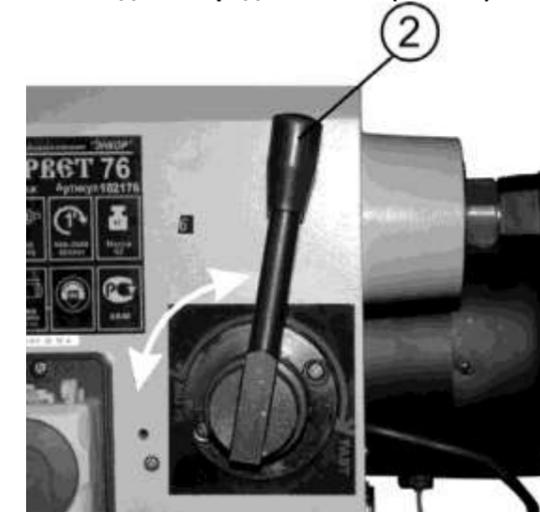

Рис.12
9.3. Регулировка частоты вращения шпинделя передней бабки (Рис. 12)
9.3.4. Необходимо переместить ручку регулировки частоты вращения шпинделя передней бабки (2) в позицию минимальной скорости перед выключением машины (Рис. 12). В противном случае электродвигатель может не запуститься.